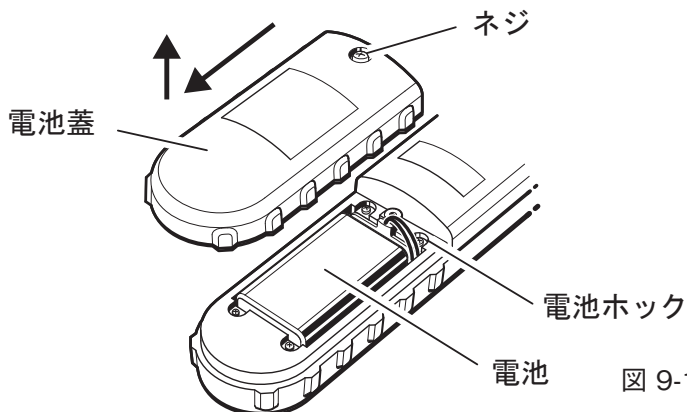

図 9-1
- (1) 電源をOFFにします。
- (2) 受信機裏面の電池蓋のネジをゆるめ、電池蓋を矢印方向にスライドさせて外します。(図 9-1)
- (3) 新しい電池 (9V 乾電池 006P/6LR61/6LF22) と交換してください。
- (4) 電池蓋を取り付け、電池蓋のネジを締めてください。